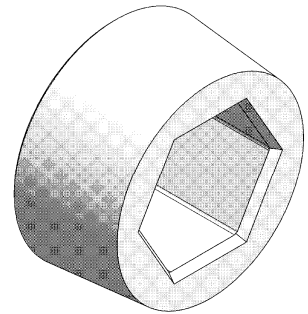

图1
2. 成型下模孔口要倒 30 度角, 深度为 3mm, 以便毛坯进入型腔, 法兰类产品可不倒角, 如图 1。